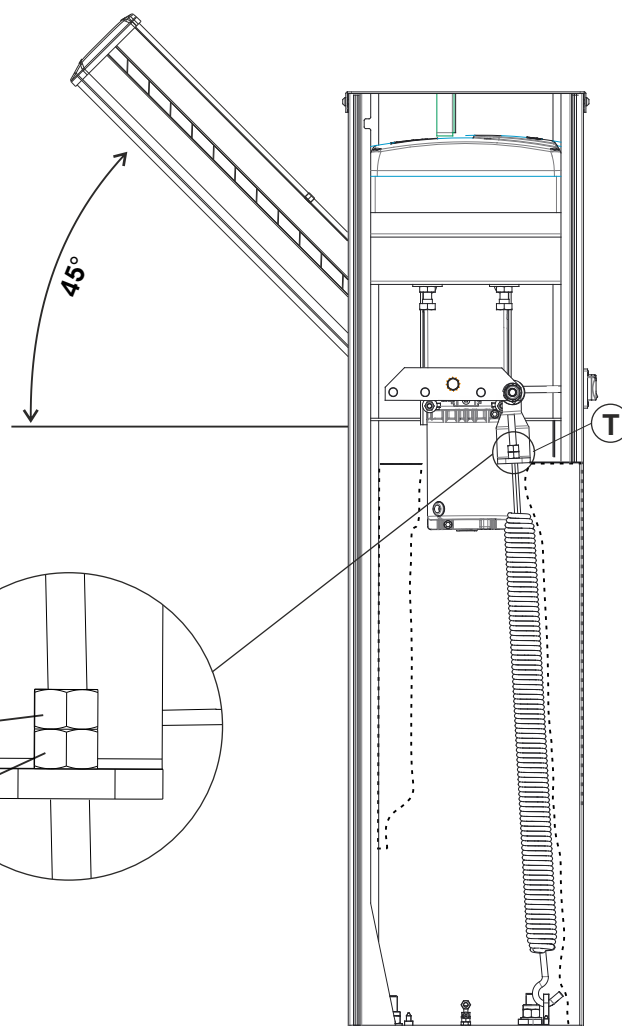

Abb. 10
- Den Baum mit Hilfe der manuellen Entriegelung entriegeln, sodass dieser manuell geöffnet und geschlossen werden kann (Abb.10).
- Die Zugfeder-Regelmutter so einstellen, bis die Zugfeder das Gewicht des 45° geneigten Schlagbaums ausgleicht (Abb.10). Sobald der Schlagbaum auf der in Abb.10 aufgeführten Stellung stillsteht, sind die richtigen Voraussetzungen für eine ideale Abstimmung gegeben.